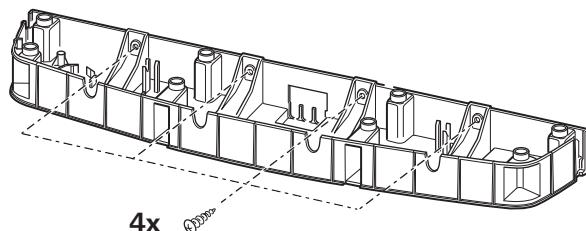

Abb. 18
- **S 5004:** Träger am Einbaurahmen mit 4 Schrauben 3,5 x 16 mm befestigen (Abb. 18).